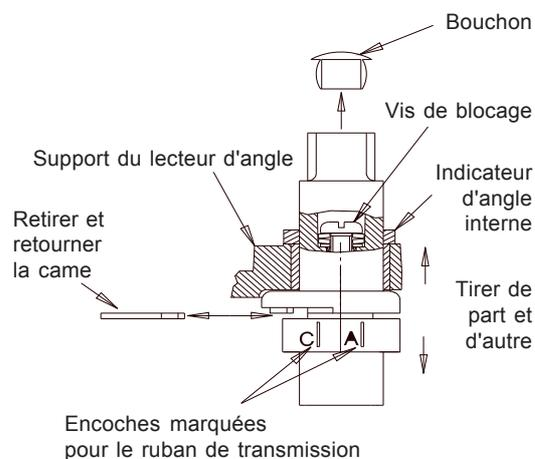

FIGURE 8 : AXE - CONVERSION
6.1.4 Vérifier la bonne position de la came sur l'axe (la figure 7 représente un positionneur anti-horaire) et celle du ruban de transmission sur l'axe. Chaque encoche est marquée : les lettres A et C signifient respectivement "anti-horaire" et "horaire" (voir figure 8). Si le sens de rotation ne convient pas, se reporter au § 6.2. D'une main tirer le mécanisme de rétroaction et les deux fils du connecteur DIN et de l'autre placer l'axe du positionneur avec le lecteur d'angle sur la sortie d'axe carrée de l'actionneur (voir figure 7). Si la palette de l'actionneur a bien été placée à mi-course, le galet arrive environ à mi-course de la came.
6.2.3 Dégager le ruban en acier inox de son encoche sur l'axe (figure 8), ôter l'indicateur d'angle interne et retirer l'axe du lecteur d'angle.
6.4.3 Dégager le ruban en acier de son encoche sur l'axe (figure 8, page 9), ôter l'indicateur d'angle interne et retirer l'axe du lecteur d'angle.